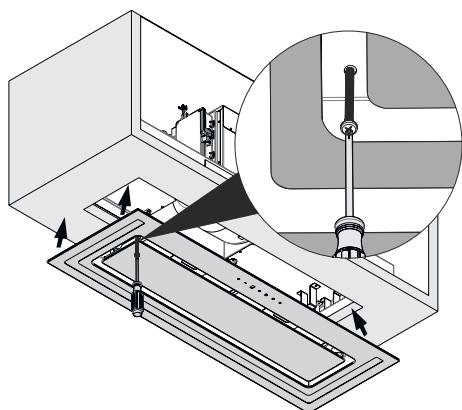

Fig. 15
- 7. ➔ Monter glaspanelet igen (Fig. 15).